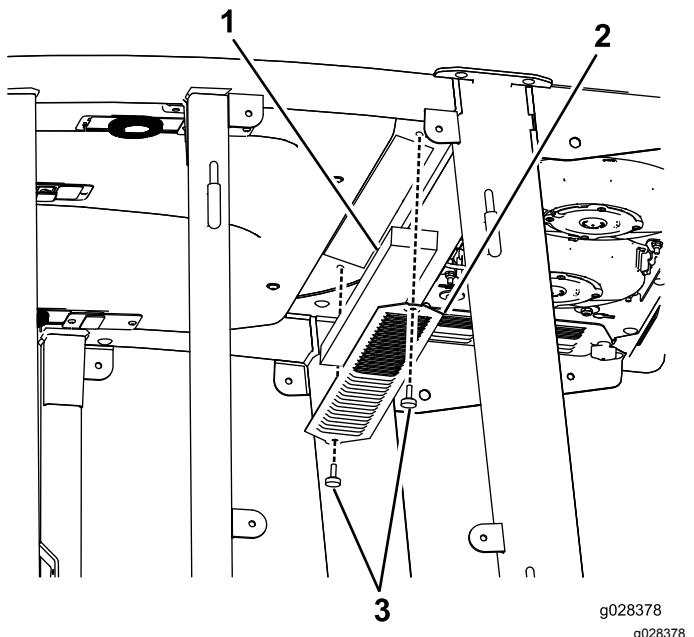

Figura 51
- Remova os parafusos e as grelhas dos filtros de ar interior e traseiro da cabina (Figura 51).